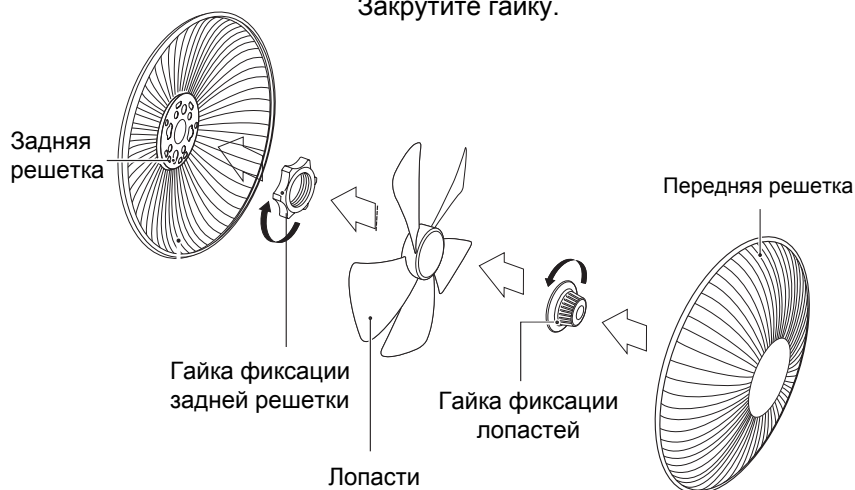

Рис.4
3. Открутите гайку с вала мотора. Установите заднюю решетку на вал мотора (рис.4) Закрутите гайку.